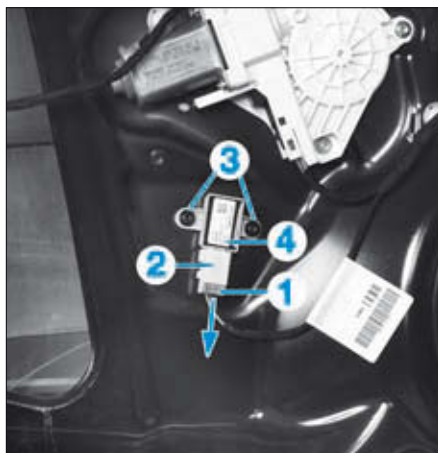

FIG. 19
- Débloquer le verrouillage (1) dans le sens de la flèche puis débrancher le connecteur électrique (2) (Fig.19).
- Dévisser les vis (3) et retirer le capteur de collision d'airbag frontal (4).